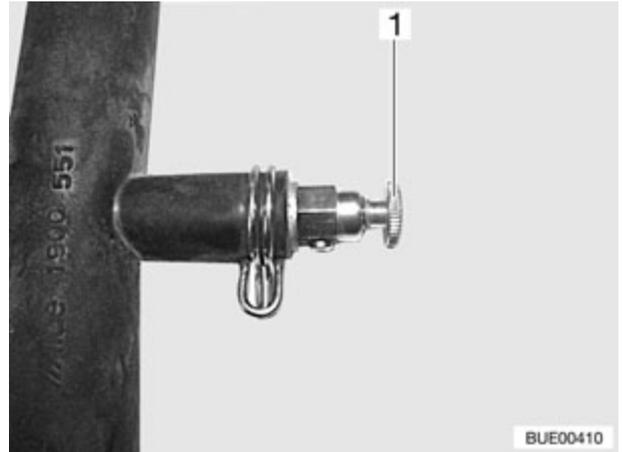

Fig. 189 Soupape de purge pour le chauffage à eau chaude
- Ouvrir la soupape de purge (Fig. 189,1) et la laisser ouverte, jusqu'à ce l'air soit complètement évacué du circuit.